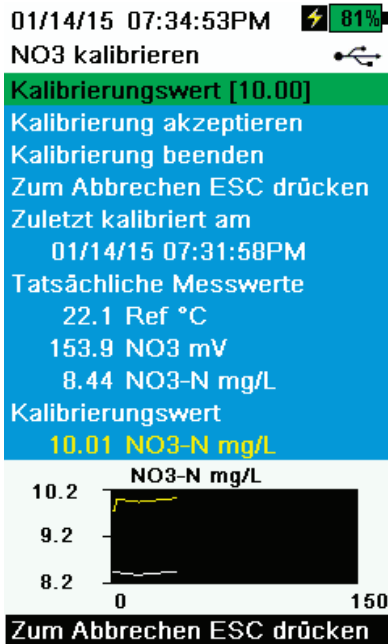

Abbildung 55 ISE kalibrieren
6. Beobachten Sie die aktuellen Messwertanzeigen hinsichtlich Stabilität (weiße Linie in der Graphik zeigt für 40 Sekunden keine bedeutende Änderung) und wählen Sie dann **Accept Calibration (Kalibrierung annehmen) aus** (Abbildung 55). Im Bereich Sofortnachrichten erscheint „Ready for cal point 2“ (Fertig für Kalibrierungspunkt 2).
11. Beobachten Sie die aktuellen Messwertanzeigen hinsichtlich Stabilität (weiße Linie in der Graphik zeigt für 40 Sekunden keine bedeutende Änderung) und wählen Sie dann **Accept Calibration (Kalibrierung annehmen) aus** (Abbildung 55). Im Bereich Sofortnachrichten erscheint „Ready for cal point 3“ (Fertig für Kalibrierungspunkt 3).